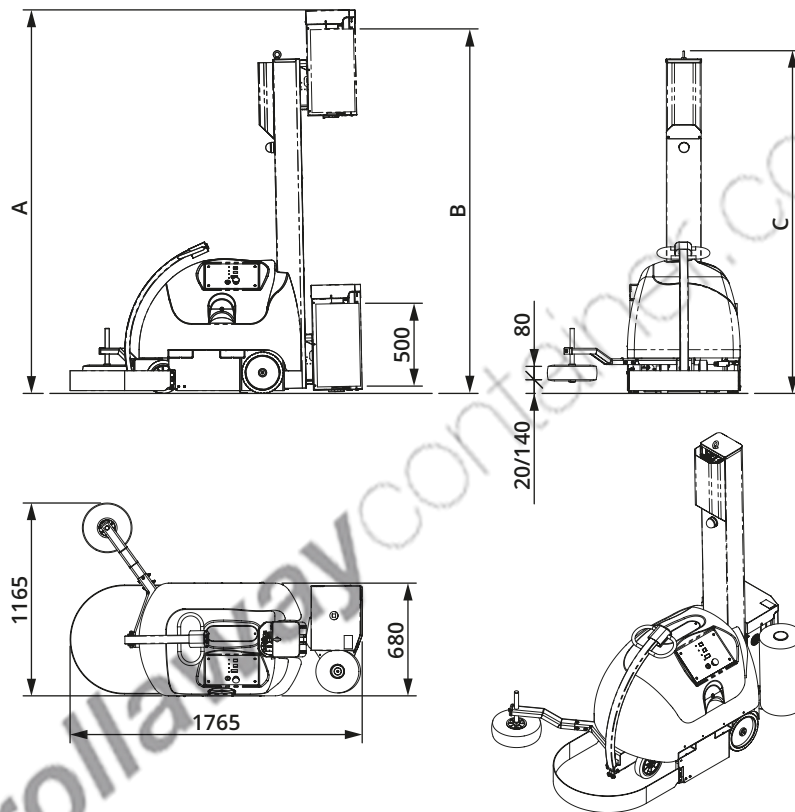

Fig. 25
- Abmessungen Siehe Fig. 25 - seite 38